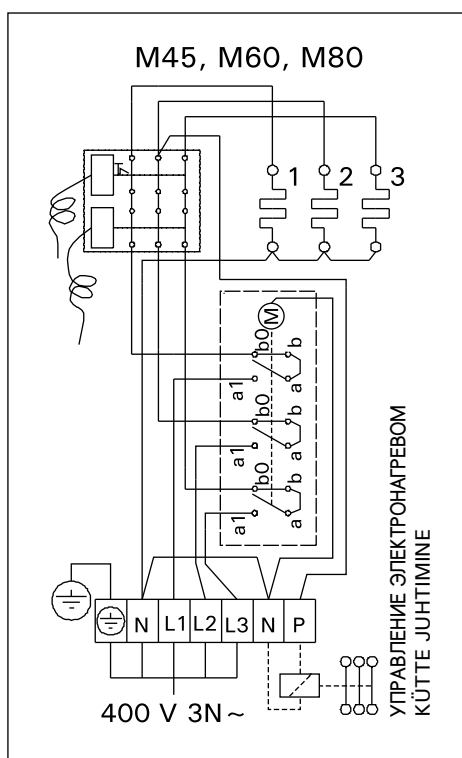

Рисунок 12. Электромонтаж каменки М
- Кроме клемм питания каменки М оснащены также клеммой (P), которая делает возможным управление электрическим нагревом (рис. 12). Управляющее напряжение передается от каменки, когда она включена. Кабель управления электронагревом подводят прямо к соединительной коробке каменки и дальше с помощью резинового кабеля, равного по сечению соединительному кабелю, к клеммнику.